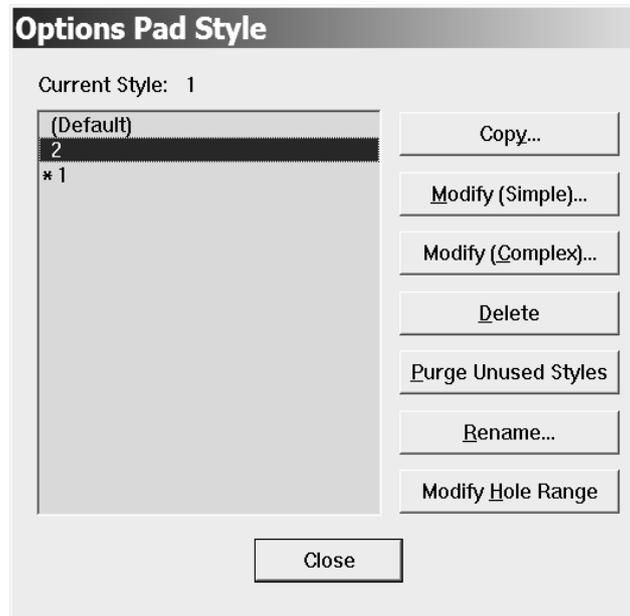

Рис.1.11.Сменагруппыконтактныхплощадок
7. ВменюPlaceвыбратькомандуPadвсоответствииисрасположениемнаисходнойплатеотверстийтекущейгруппы.ДлясменытекущейгруппынеобходимовоспользоватьсяменюOptions,подменюPadStyle(рис.1.11).